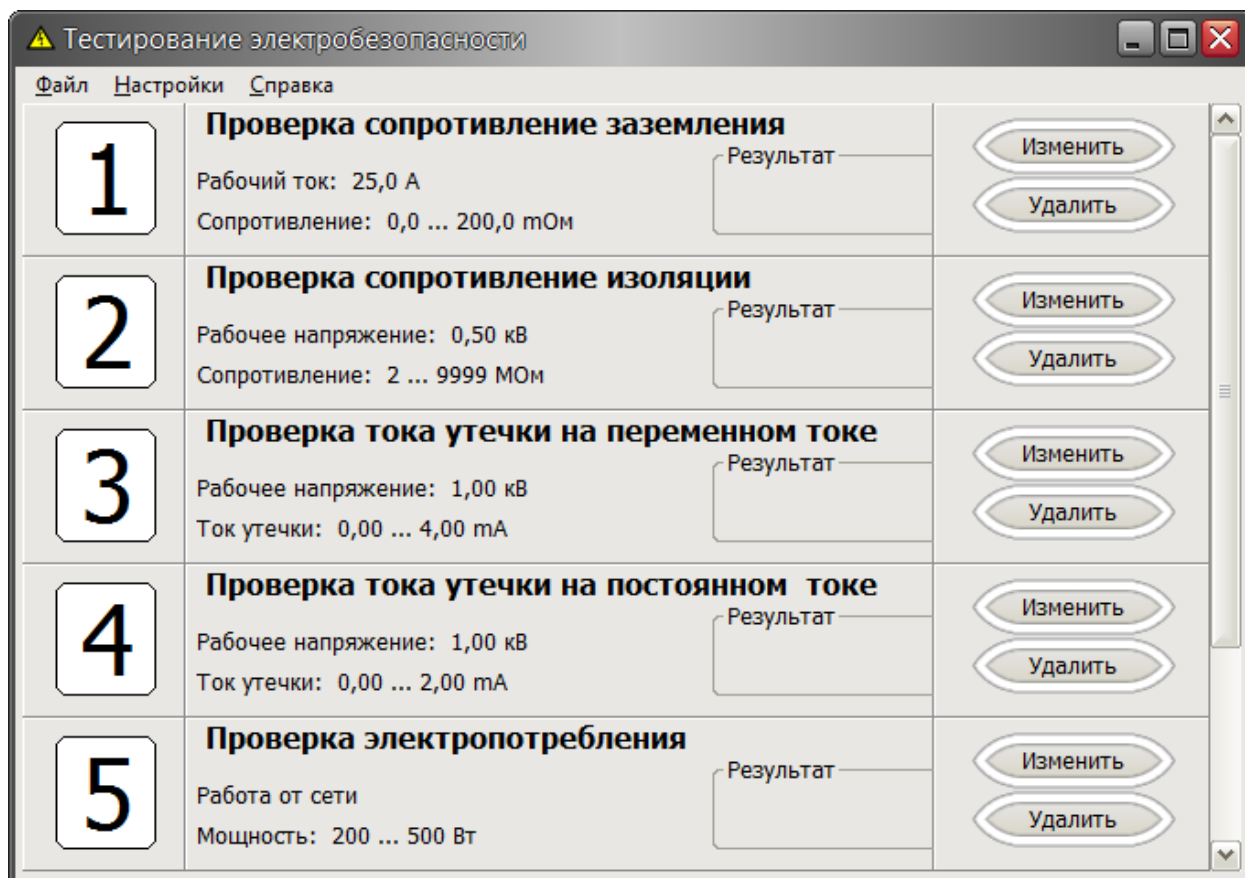

Рисунок 12 – Выбор тестов электробезопасности
12. Выбрать в меню «Файл/Стандартные тесты». В окне «Тестирование электробезопасности» составить перечень тестов, которые будут выполняться автоматически при нажатии на кнопку «Пуск» на щупе (рисунок 12). Тесты располагаются в определенной последовательности (указан номер слева), в которой они будут выполняться.